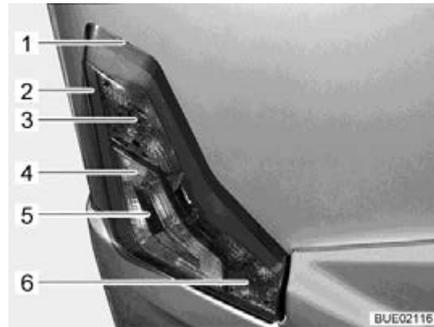

Bild 291 Beleuchtung Heck
- Flaches Werkzeug in Kerbe (Bild 291,1) stecken und Gehäuse vorsichtig abhebeln.